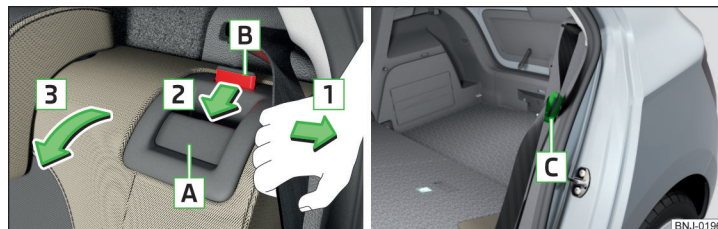

Рис. 56 Складання спинки сидіння вперед/Встановлення пасу безпеки в положення готовності
- Відтягніть зовнішній пас безпеки до бокової обшивки у напрямку стрілки **1** » Рис. 56.
Язичок замка зовнішнього ременя безпеки **C** можна вставити у бокову обшивку – положення готовності » Рис. 56.